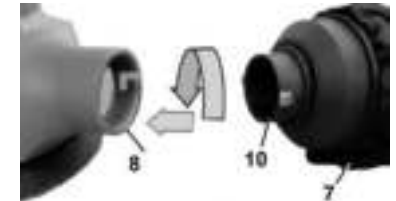

Рис.4
7.2.2. При невозможности использования пылесоса при работе с машиной применяйте пылесборник. Установите и закрепите патрубок (10) пылесборника (7) на патрубок (8) машины, Рис.4.